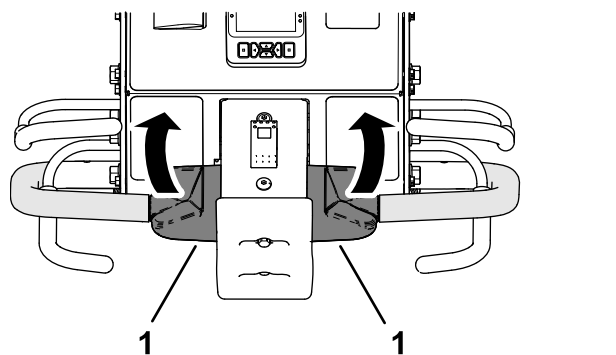

Figura 38
3. Enquanto aperta a pega de presença do operador e a pega de arejamento, rode a parte superior do comando da tração para trás (Figura 38).